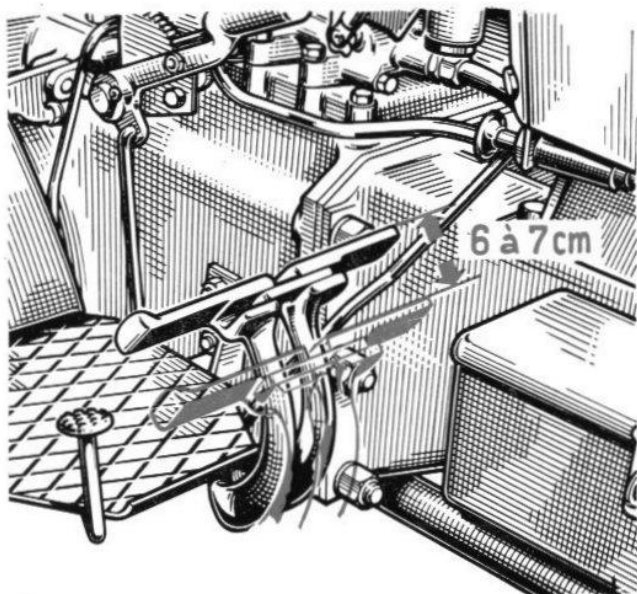

FIG. 91
- **LE RÉGLAGE DES FREINS (fig. 91)**